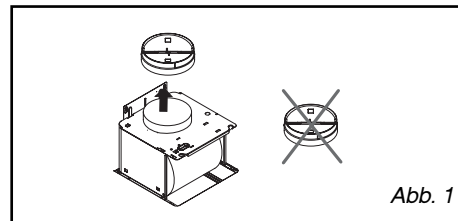

Abb. 1
– Die Rücklaufklappe entfernen (Abb. 1).